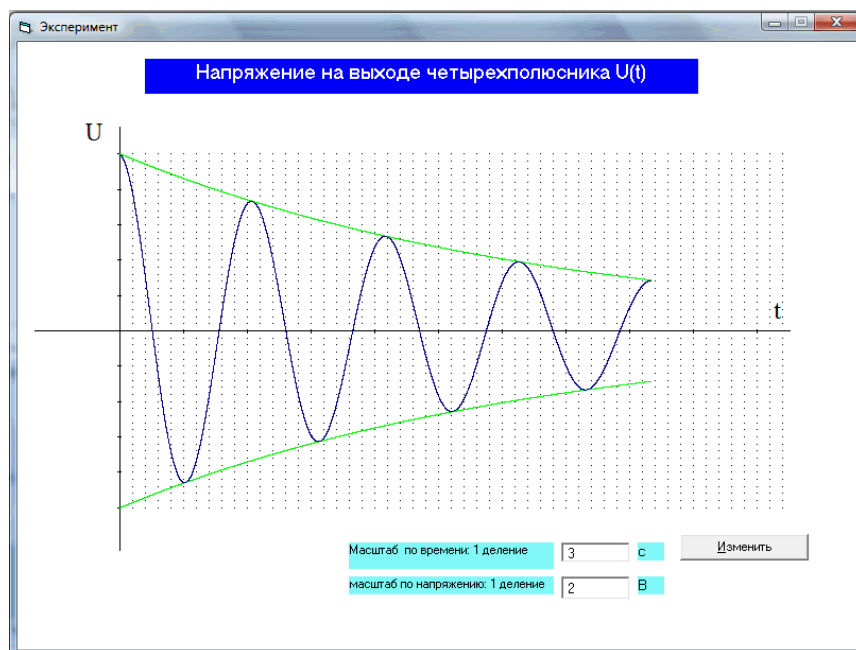

Рисунок 3— Окно функциональной зависимости
2.4. Нажать на кнопку «OK» и получить переходную характеристику или зависимость напряжения на выходе четырехполюсника от времени. По графикам определить установившееся значение напряжения и ее свободную составляющую рисунок 3.
Рисунок 3 – Окно построения графика функции в ввести нужный масштаб (дробное число вводится с использованием точки, например 1,2, следует набрать 1.2) и нажать кнопку «Изменить». Появится форма для ввода данных. На этой форме нажать кнопку «ОК».